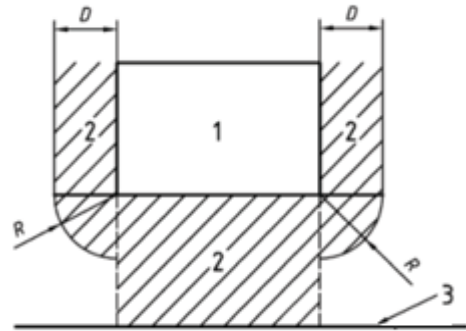

Bild 6: Fenster
- Verbotzone: bei Abgasmündungen unter einer Fensteröffnung ist das Gerät mit einer selbsttätigen Abschaltvorrichtung versehen, um einen Betrieb bei geöffnetem Fenster zu verhindern (vergleiche Bild 6)